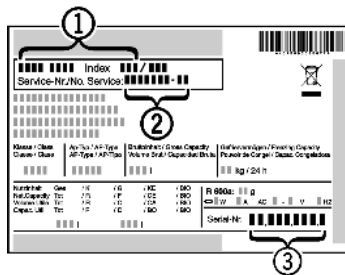

Fig. 7
- Relever la désignation de l'appareil Fig. 7 (1), le n° de service Fig. 7 (2) et le n° de série Fig. 7 (3) sur la plaquette signalétique. Cette plaquette se trouve sur la paroi intérieure gauche de l'appareil.
- Informer le S.A.V. et lui communiquer la panne, la désignation de l'appareil Fig. 7 (1), le n° de service Fig. 7 (2) et le n° de série Fig. 7 (3).